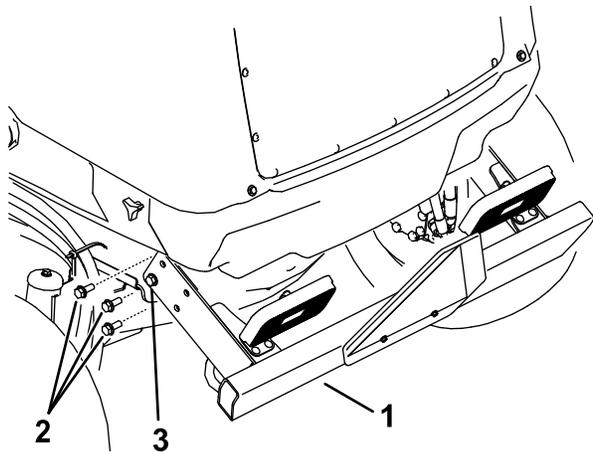

図 107
2. 後バンパーの左右それぞれの側から 図 107 のように、フランジナット 3 個を取り外す。
6. 後バンパーを元の位置に戻し、フランジねじで固定する。後バンパーをフレームに固定しているフランジねじ全部を締め付ける 図 107。